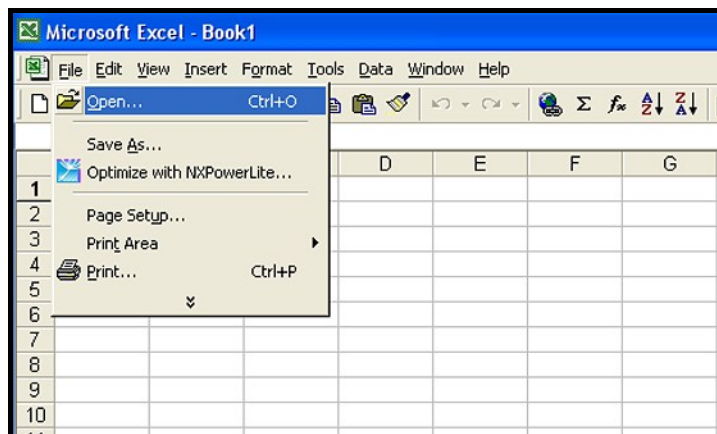

Figura 57: Abrir un archivo de registro en Microsoft Excel
- Los archivos de registro de **dew.IQ** se pueden abrir con un programa de hoja de cálculo, como Microsoft Excel. Abra el programa de hoja de cálculo y seleccione **Abrir** (vea la *Figura 57* a continuación).